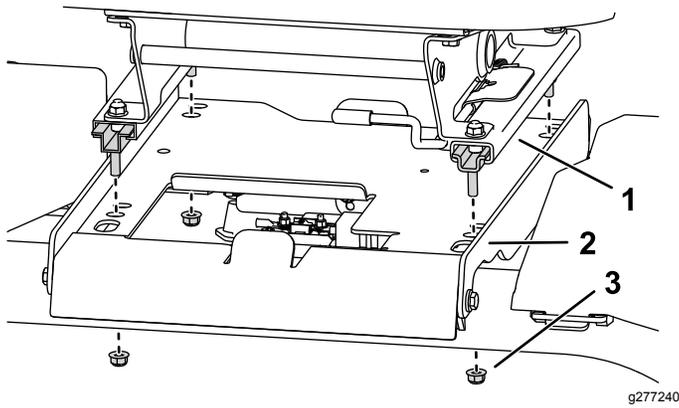

Bild 4
1. Stecken Sie die vier Bolzen an den Sitzschienen in die Sitzpfanne und befestigen Sie sie mit den vier Bundmuttern (Bild 4).
Hinweis: Wenn der Sitz noch mehr eingestellt werden muss, entfernen Sie die vier Schrauben, mit denen der Sitz an den Schienen befestigt ist und versetzen Sie den Sitz dann in die zweite Reihe der vorhandenen Befestigungslöcher (**Bild 4**).